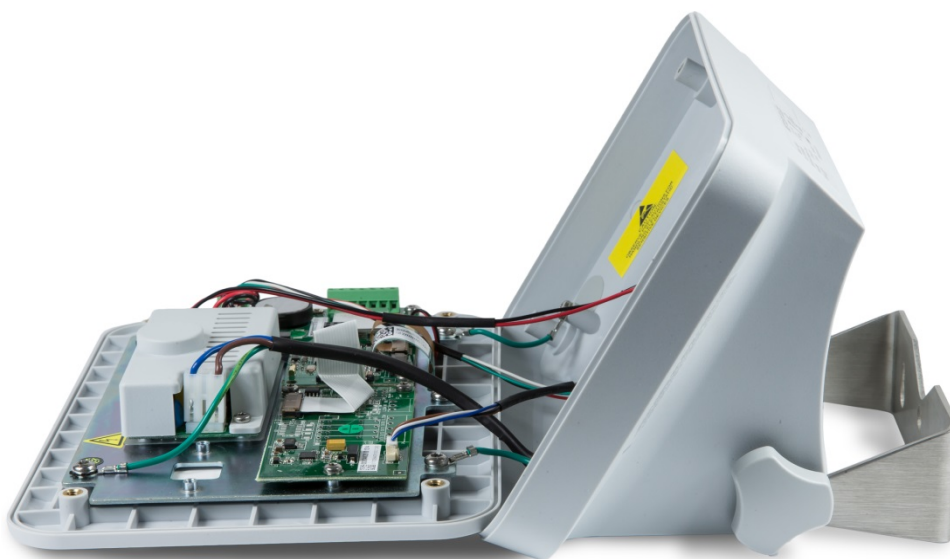

Figura 2-3: Remoção da Tampa
3. Separe o gabinete frontal do gabinete posterior, como mostrado na Figura 2-3.